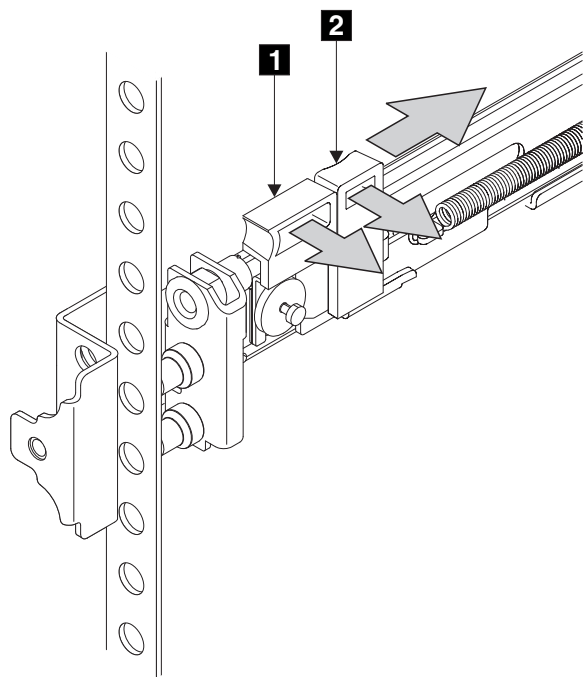

図 47. SAN ボリューム・コントローラ用左方サポート・レール
2. 図 47 に示すように、左手の人さし指をラッチ・レバー **2** の後端に置き、左手の親指をラッチ・ロック **1** の前端に置きます。